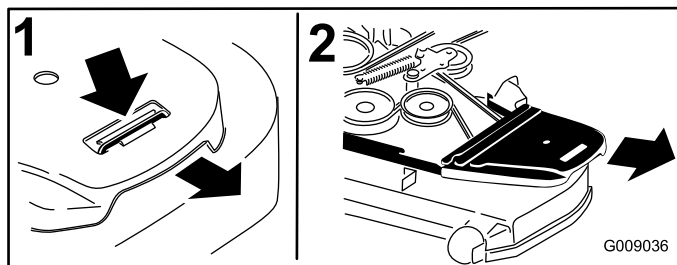

Figura 75
4. Retire las cubiertas de la correa (Figura 75).